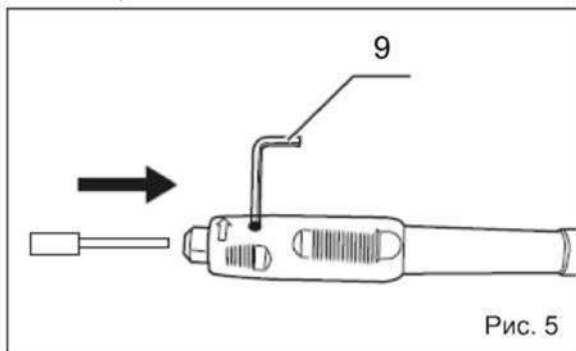

Рис. 5
1. Вставьте в отверстие на шейке гибкого вала ключ (9) Рис. 5. и прокрутите шпиндель гибкого вала до блокировки ключом.